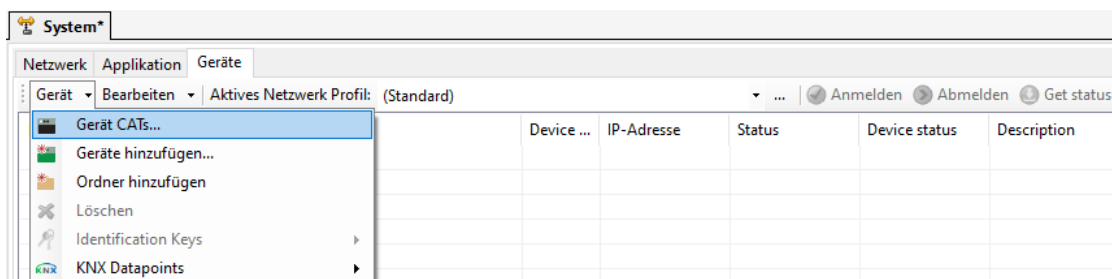

Abbildung 64: Erstellen einer Gerätesressource im System.
20. Wählen Sie die Registerkarte **Geräte**. Klicken Sie dann auf das Dropdown-Menü **Gerät** und wählen Sie **Geräte-CATS**, um die Gerätesressourcen zu erstellen (siehe Abbildung 64).